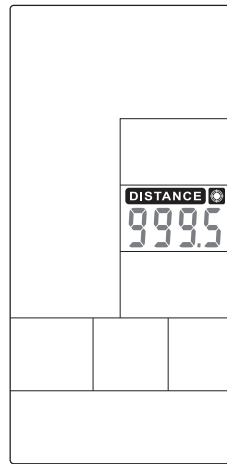

FIGURA 41
- Presione HACIA ARRIBA / ABAJO (TECLA 10 u 11) para ajustar el valor (Figura 41) y luego presione ENTER (TECLA 19) para confirmar.